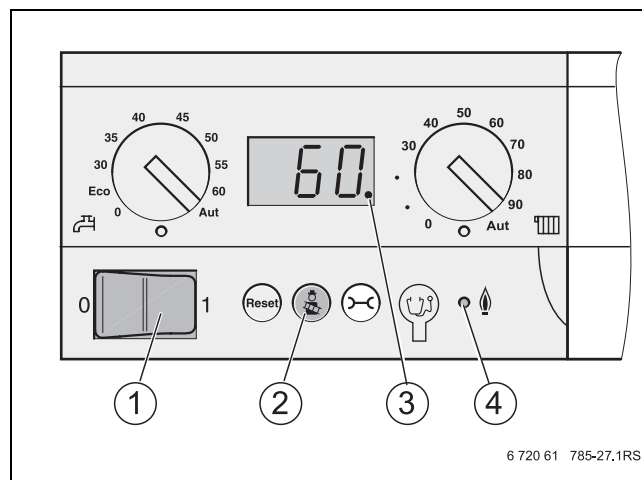

Fig. 45 Pannello di servizio del dispositivo di controllo base
- Posizionare l'interruttore di esercizio (→ fig. 45, [1]) sul pannello di servizio su "0" (spento).
- Portare l'interruttore di esercizio (→ fig. 45, [1]) sul pannello di servizio su "1" (on).
- Premendo il tasto  (→ fig. 45, [2]) avviare il funzionamento della prova di combustione. Tenere premuto il tasto (circa 2 secondi), finché un punto decimale (→ fig. 45, [3]) appare a destra in basso nel display.
- Dopo l'accensione del LED "Bruciatore" (→ fig. 45, [4]) attendere un minuto, fino a quando il bruciatore funziona a pieno carico.
- Tener premuto il tasto  (→ fig. 45, [2]), per terminare la misurazione.